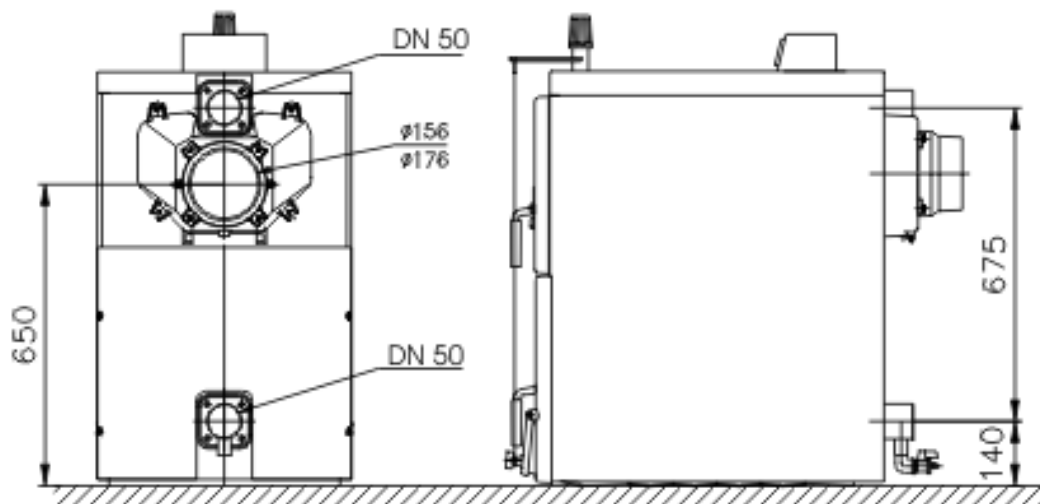

Рис. 10 Присоединительные размеры котла
8. В отверстие в верхней части заднего звена навинтите гильзу термостата (см. Рис. 10а)
Рис. 10а)